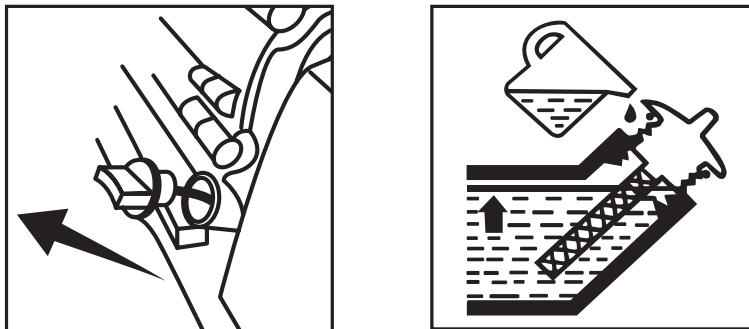

Рис. 10
- Отверните крышку маслосливной горловины (рис. 10) из картера двигателя, достаньте щуп.
- Если уровень масла меньше нижней линии (L) на щупе, долейте масло до верхней линии (H) в картер двигателя через маслосливную горловину.